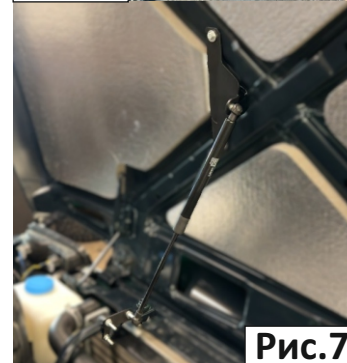

Рис.7
7. (Перед установкой амортизатора, нужно прокачать 5 раз упирая в пол), Установить амортизатор штоком вниз, закрепит на шарнир кронштейн 2 и другой стороной на шарнир кронштейн 1. (Рис.7).